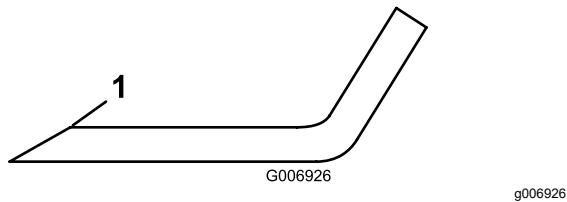

Figure 76
4. Examinez les tranchants de toutes les lames. S'ils sont émoussés ou ébréchés, affûtez uniquement le haut du tranchant et conservez l'angle de coupe d'origine pour obtenir une coupe nette (Figure 76).